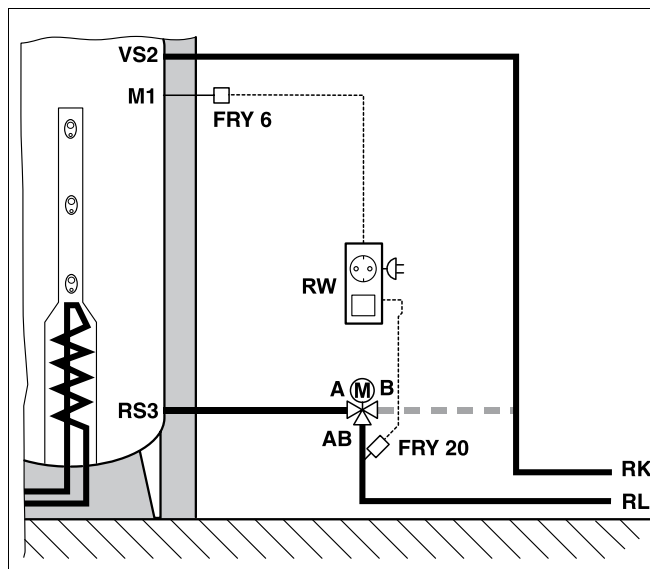
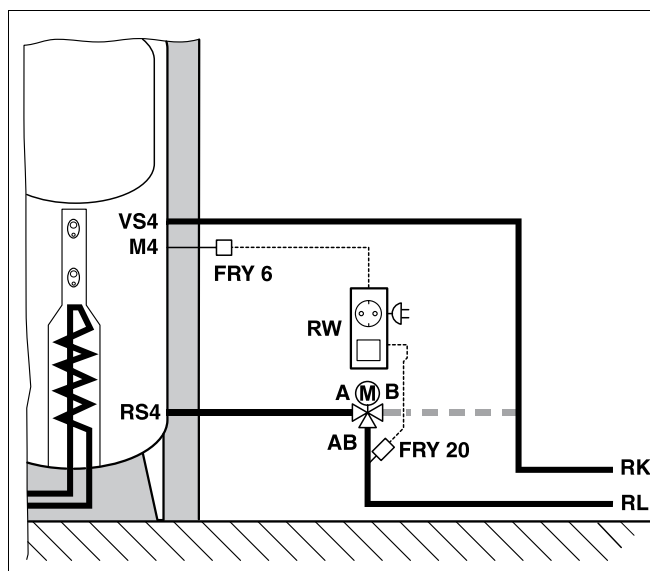

Fig. 3 Esquema de montaje del controlador de retorno – acumulador de compensación
Fig. 4 Esquema de montaje del controlador de retorno – acumulador combinado
- Monte la válvula motorizada de 3 vías en el conducto de retorno entre el acumulador de compensación (fig. 3) o el acumulador combinado (fig. 4) y la caldera. Para ello, tenga en cuenta la inscripción de conexión de la válvula motorizada de 3 vías.
Las abreviaturas (fig. 3 y fig. 4) corresponden a las indicadas en las instrucciones de montaje del acumulador correspondiente.
- Monte la sonda para colocación en tubos FRY 20 mediante la abrazadera adjunta en el conducto de retorno, aprox. 20 cm. delante de la válvula motorizada de 3 vías (fig. 3, fig. 4, página 6).
- Monte la sonda del acumulador FRY 6 (fig. 3, fig. 4, página 6) en el acumulador en la posición prevista para ello.